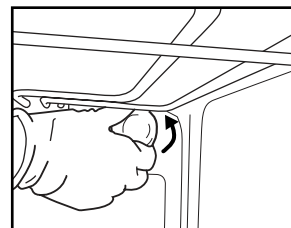

Fig. 5
2. Svitare il coprilampada (Fig. 5), sostituire la lampadina (per il tipo, vedere la nota) e riavvitare il coprilampada.